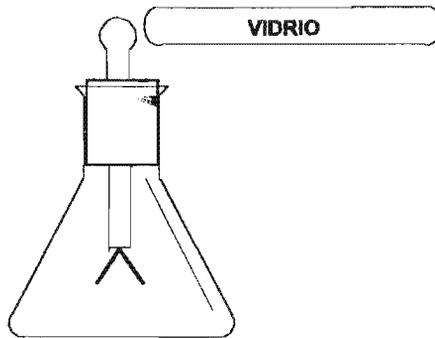

Figura 3.1
a) Frote un paño de lana y una barra de vidrio, toque con la barra de vidrio el electroscopio de láminas figura 3.1